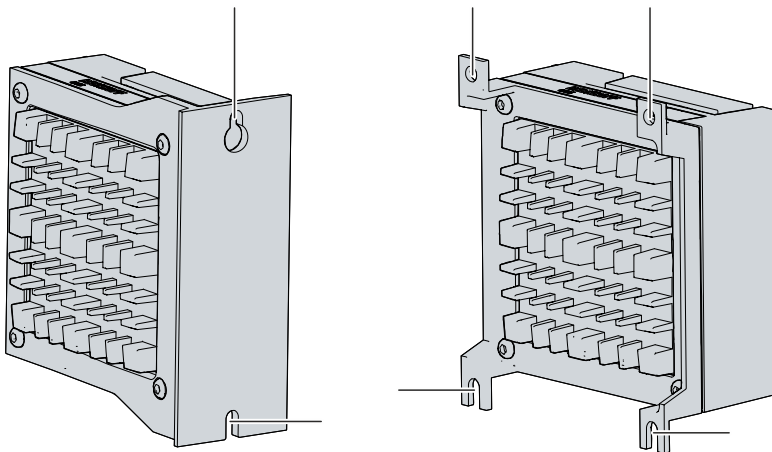

Abb. 15: Schaltschrankeinbau Montageplatten
2. Hängen Sie den PC an den gekennzeichneten Stellen der Montageplatte (siehe Abb.15) auf die Schrauben.